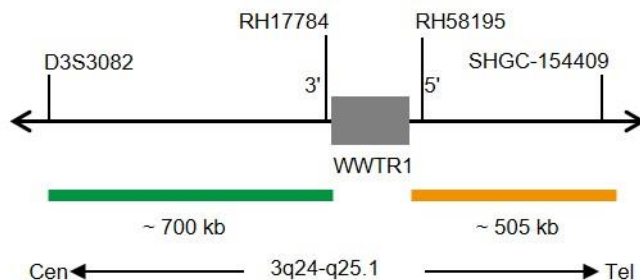

Abb. 1: SPEC WWTR1 Sondenlokalisierung (nicht maßstabsgetreu)
- ZyGreen (Anregung 503 nm/Emission 528 nm) markierten Polynukleotiden (~10 ng/μl), die gegen Sequenzen in 3q24-q25.1\* (chr3:148,533,200-149,234,601) gerichtet sind, welche proximal zur WWTR1-Bruchpunktregion lokalisiert sind (siehe Abb. 1).
- ZyOrange (Anregung 547 nm/Emission 572 nm) markierten Polynukleotiden (~4,5 ng/μl), die gegen Sequenzen in 3q25\* (chr3:149,430,325-149,933,565) gerichtet sind, welche distal zur WWTR1-Bruchpunktregion lokalisiert sind (siehe Abb. 1).